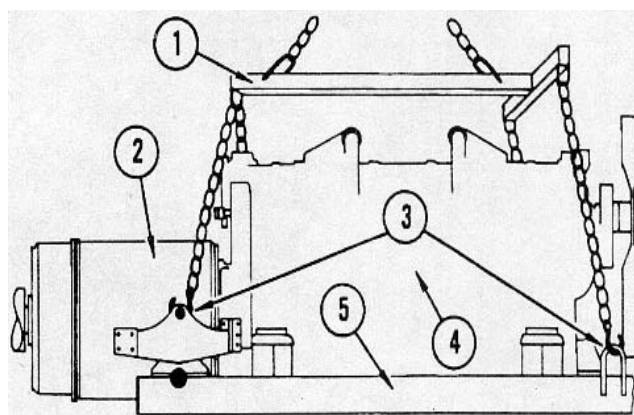

FIGURA 2-7. PUNTOS DE LEVANTE DEL MODULO DE POTENCIA
7. Ponga el dispositivo de levante (1, Figura 2-7) en el tecele y fije a la estructura de la base de soporte del motor/alternador y a los puntos de levante del sub-bastidor delantero como se muestra en la Figura 2-7. Retire la cadena de seguridad.
4. Conecte un dispositivo de elevación a la estructura de la base de soporte del motor/alternador y a los puntos de levante del sub-bastidor delantero (Figura 2-7).